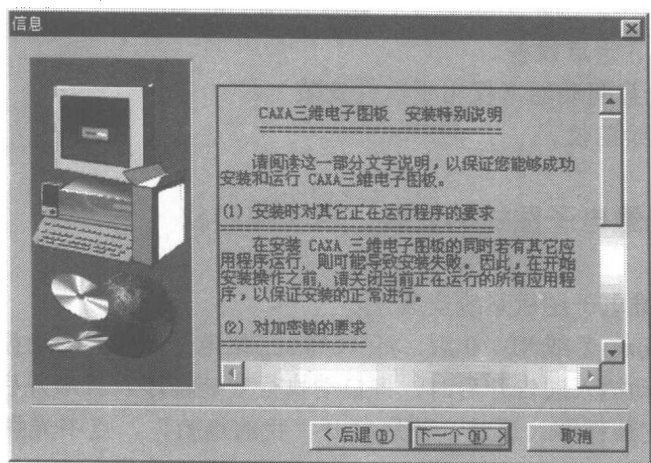

图 1-3
3) CAXA2000 三维电子图板安装特别说明(见图 1-3)。请阅读此说明后选“下一个”, 继续安装程序。